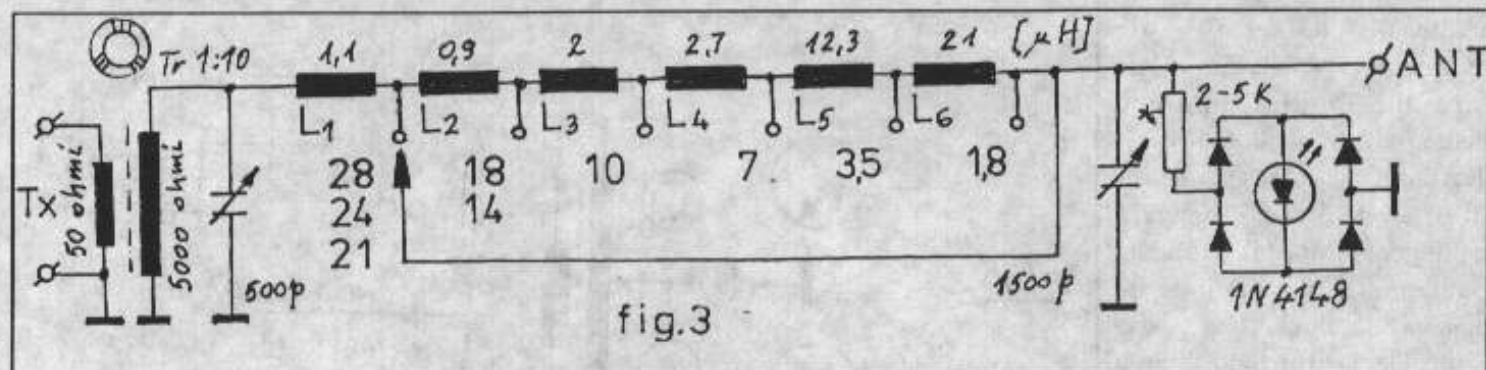
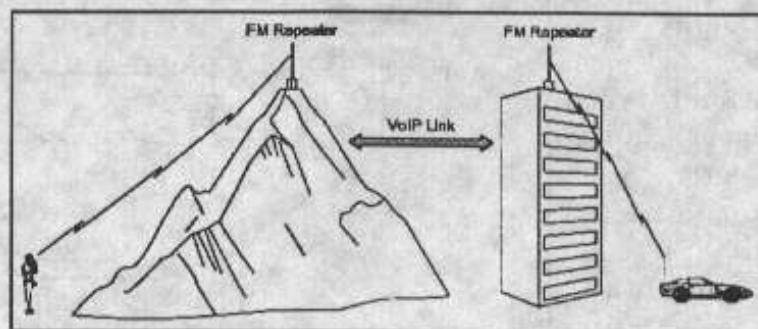
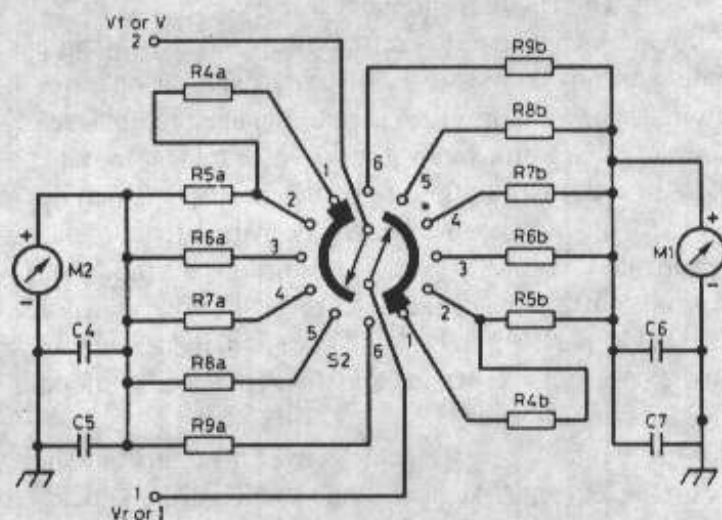

fig.3
Figure 1—Two FM repeaters linked via VoIP.
Fig. 2 Schema părții care conține comutatorul pentru reglarea sensibilității și aparatele de măsură.
- dacă Tx-ul este finisat sau este de fabricație industrială, vom utiliza un transformator de adaptare Tr (Fig.3) cu raport de transformare 50/5000 sau 75/5.000 ohmi. Acesta se va dimensiona funcție de puterea Tx-ului și de impedanța sa nominală de ieșire. Calculul filtrului PI este destul de laborios și nu face obiectul acestui articol. De aceea ofer cititorilor o schemă (Fig.3) pe care am realizat-o pentru transceiverul menționat mai sus. Transformatorul Tr este realizat pe un tor similar celui din Fig.2. Înfășurarea secundară are 120 spire din conductor CuEm F 0,15-0,2mm. Peste aceasta se dispune înfășurarea primară cu 12 spire CuEm F 0,6mm. Bobinele L1, L2, L3, L4 se realizează fără carcasă, iar L5 și L6 pe miezuri toroidale de ferită. Soluția pe care am adaptat-o constă într-o bobină cu 60 spire CuEm F 0,6mm pe o carcasă cilindrică cu diametrul de 30mm, cu pas tot de 0,6mm spre a facilita lipirea prizelor la spirele: 2, 3, 4, 5, 14 și 32 numărate spre ieșire.
La reglarea filtrului se aplică regulile cunoscute. Se pornește cu putere mică, până se obține ICM (la ampermetru) și maximul de tensiune la ieșire indicat de un voltmtru de RF ca cel din Fig.1 sau de o diodă electroluminiscentă (LED) alimentată de puntea de diode 1N4148. Cuplorul din Fig.2 poate fi utilizat și al Tx-urile cu filtru PI la ieșire deoarece și acesta s-ar bucura de o impedanță mai potrivită a sarcinii.
Un număr tot mai mare de radioamatori pun la lucru Internetul ca pe un fel de pod pentru comunicații audio la mare distanță. Mai jos vom arăta ce înseamnă VoIP (voce prin protocolul de internet IP) pentru radioamatori! Voce prin protocolul de internet IP - mai bine cunoscută ca VoIP nu este ceva nou. Oamenii au dispus de comunicații audio prin Internet de ani de zile. Ceea ce este nou, sunt aplicațiile de ultimă oră în domeniul radioamatorismului folosind VoIP. În loc să se bazeze pe propagare ionosferică pentru comunicații DX, un număr tot mai mare de radioamatori folosesc Internetul în combinație cu transivere VHF sau UHF, ca să comunice la peste sute sau mii de kilometri. Astăzi avem la dispoziție câteva sisteme caracteristice de VoIP destinate radioamatorilor. În funcție de cum sunt configurate, aceste sisteme implică o legătură între repeatoare pentru ca stațiile îndepărtate să schimbe mesaje unul cu celălalt. (Fig. 1.)
sau mai mulți radioamatori cu transivere portabile sau mobile comunică direct cu o stație fixă numită baza sau nod și care este conectată la Internet (Fig. 2).
Figure 2—A diagram of a VoIP simplex node. If a control operator is not physically present at the station location and the node is functioning with wireless remote control, the control link must operate above 222.15 MHz. See the sidebar, "Is It Legal?".
Pe instrumentele de măsură (de 100μA la cap de scală) se aplică semnalul redresat provenit de la diode, convertit în curent prin grupuri de rezistoare de precizie, selectate în perechi de către comutatorul dublu S2, așa cum se poate vedea în Fig. 2. Această variantă este preferabilă utilizării unui potentiometru dublu deoarece acesta, mai ales la modelele obișnuite, nu are secțiunile bine imperecheate, iar dezechilibrul se accentuează în timp odată cu creșterea